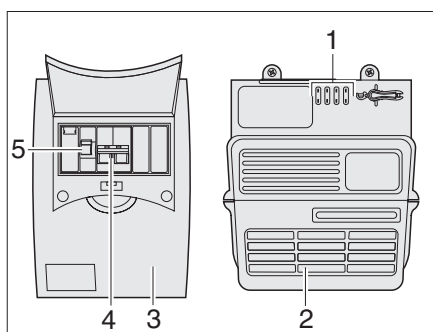

Fig. 89 Bloc secteur et disjoncteur automatique
Le coffret de fusibles 230 V (Fig. 89,3) est montée à côté du bloc transformateur (Fig. 89,2).
Dans le coffret de fusibles (Fig. 89) se trouvent le fusible principal (Fig. 89,4) et un disjoncteur différentiel (Fig. 89,5).
Le disjoncteur différentiel (Fig. 89,5) mesure le flux de courant des lignes d'arrivée et de retour de courant. En cas d'équilibre entre les deux lignes, le disjoncteur différentiel reste inactif. En cas de différence entre les lignes, le disjoncteur interrompt immédiatement le flux de courant. De la sorte, il empêche des accidents électriques dangereux.
- Pousser l'interrupteur principal (Fig. 89,4) vers le haut en position "ON".
- Pousser le disjoncteur différentiel (Fig. 89,5) vers le haut en position "ON".